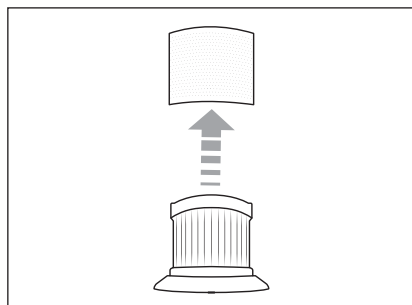

Fig. 12
- 3) Scoateți filtrul din oțel inoxidabil **6** din filtrul EPA **5** (a se vedea fig. 12).